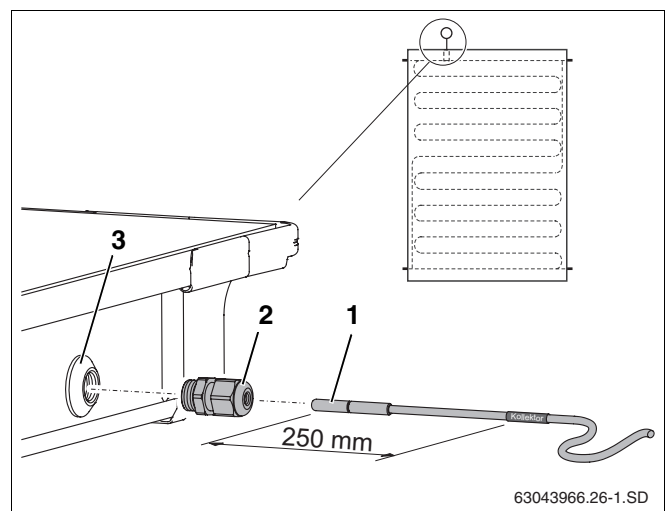

Fig. 32 Empurrar o sensor do colector no colector
Para um funcionamento sem problemas da instalação solar é necessário que o sensor do colector (fig. 32, **item 1**) seja intodozido até ao batente (corresponde a aprox. 250 mm) no tubo guia do sensor.
- ▶ Perfurar a camada de revestimento da passagem do sensor com o sensor do colector ou a chave de parafusos (fig. 32, **item 3**).
- ▶ Apertar a união roscada de aperto (fig. 32, **item 2**) à passagem do sensor.
- ▶ Apertar a união roscada de aperto (fig. 32, **item 2**), se necessário, encostar.
Caso tenha perfurado a passagem do sensor (fig. 32, **item 3**) de um colector errado, esta deve ser vedada com o tampão do conjunto de ligação. Antes disso, deverá, com a ajuda de uma união roscada de cabo (fig. 32, **item 2**) retirar a porca que se encontra na passagem do sensor.